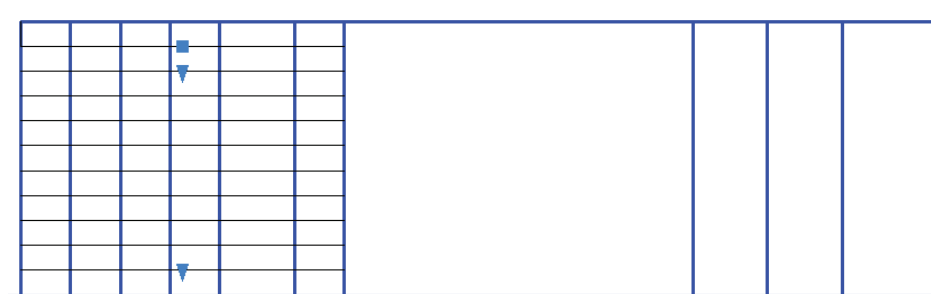

Рис. 99. Массив тонких линий
5. Используя команду Массив прямоугольный  (см. п. 2.2.10), в левой части основной надписи создадим массив горизонтальных отрезков, состоящий из одного столбца и 10 строк с расстоянием между строками 5 мм (рис. 99).